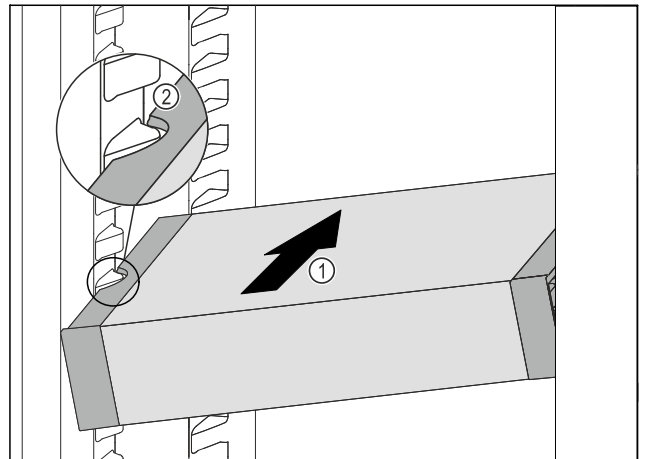

Fig. 96
- ▶ Introduzca el VarioSafe en posición oblicua en el compartimento del refrigerador Fig. 96 (1) hasta que los huecos laterales Fig. 96 (2) del VarioSafe se encuentren a la altura de la nervadura del recipiente en el compartimento refrigerífico.